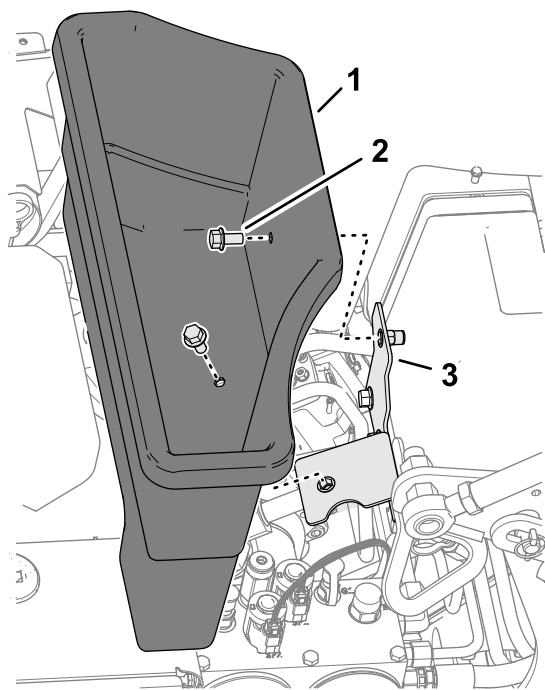

Figure 126
3. Retirez les 2 boulons à embase qui fixent le bac de rangement sur son support (Figure 126).